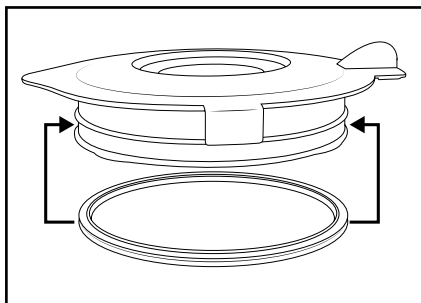

Fig. 3
- Curățați recipientul de amestecare ❸ numai cu o perie cu coadă lungă, pentru a evita răniurile la contactul mâinilor cu cuțitele ❷.
- Curățați dopul de umplere ❶ și capacul ❷ în soluție de curățat delicată. Pentru curățarea cu mâna puteți îndepărta garnitura din cauciuc ❹. Aveți grijă ca garnitura din cauciuc ❹ să fie din nou așezată corect înainte de a reutiliza capacul ❷ (fig. 3).